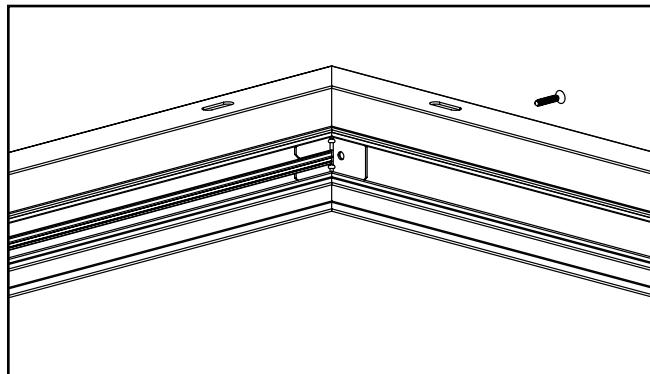

Figure 12.
- Utilisez les vis fournies pour assembler les pièces du cadre de manière à former un coin. (Figures 12 et 13.)